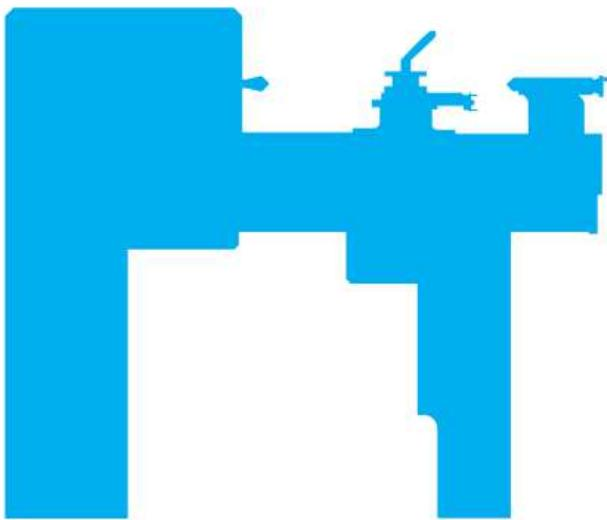

Рис. 5.6. Шаблон станка ТВ-6
Оборудование и материалы: токарно-винторезные станки ТВ-6, плакаты кинематических схем основных частей станка, кинематическая схема (рис. 5.5), шаблон ТВ-6 (рис. 5.6), слесарные линейки, технический паспорт ТВ-6.
5. Обведите в тетради шаблон станка (рис. 5.6).